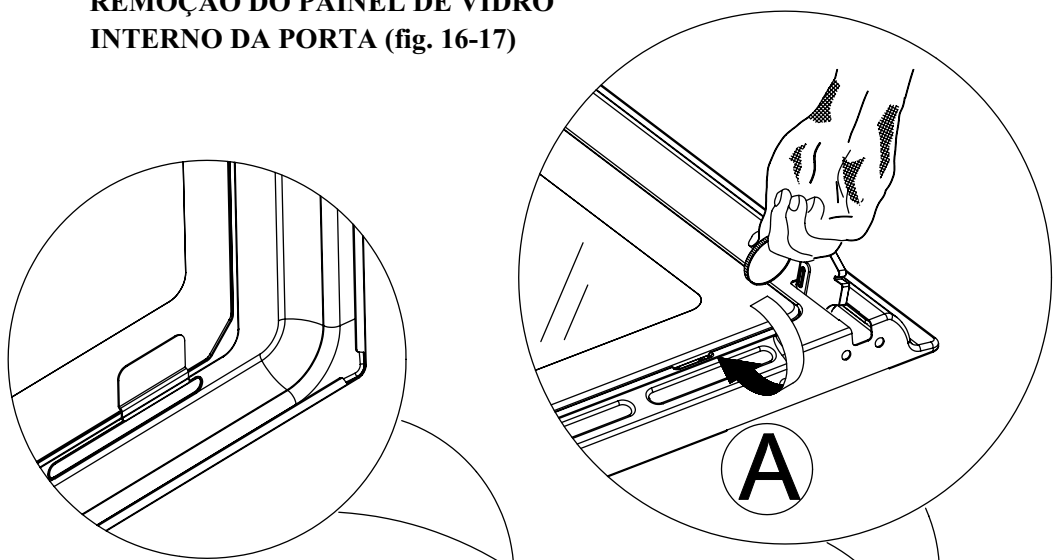

Fig. 16
Para remover o painel de vidro interno da porta do forno, usar uma moeda para efectuar uma acção de alavanca nas duas ranhuras (A) até os dois pinos (B) se soltarem do seu encaixe (fig. 16).